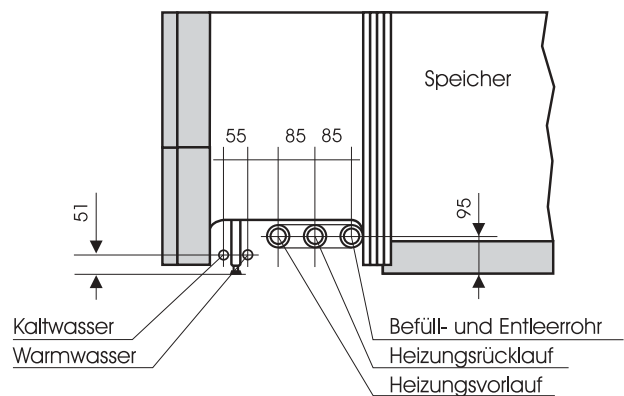

Fig. 5: Collegamenti all'accumulatore SolvisIntegral
- Collegare con i tubi l'accumulatore con la stazione di caricamento e la caldaia (ved. fig. 5 in questa pagina e gli schemi d'impianto alle pagine 5 e 6). I seguenti collegamenti devono essere utilizzati per l'accumulatore: